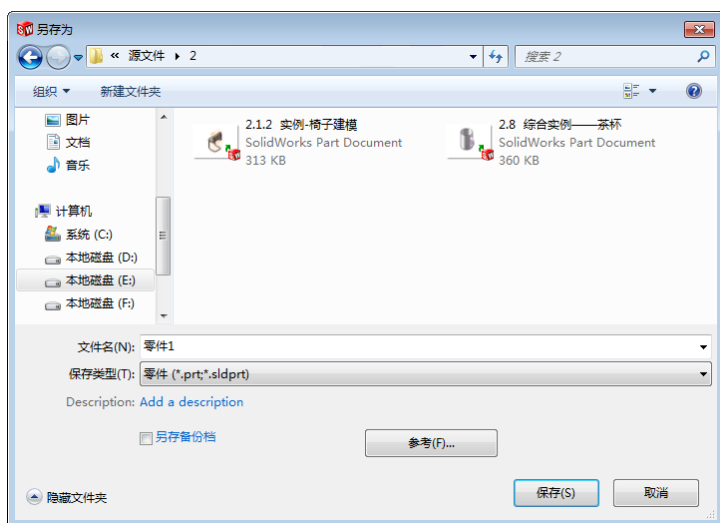

图 1-7 “另存为”对话框
(2) 设置保存类型。此时系统弹出如图 1-7 所示的“另存为”对话框。在对话框中的“保存为”一栏用于选择文件存放的文件夹;“文件名”一栏用于输入要保存的文件名称;“保存类型”一栏用于选择所保存文件的类型。通常情况下,在不同的工作模式下,系统会自动设置文件的保存类型。
在图 1-7 所示的“另存为”对话框中,可以将文件保存的同时保存一份备份文件。保存备份文件,需要预先设置保存的文件目录。设置备份文件保存目录的步骤如下: